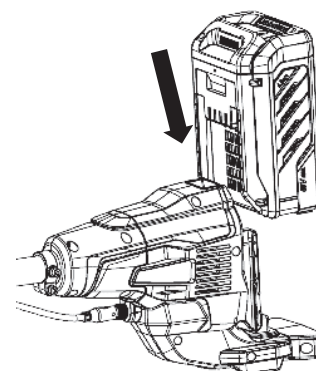

Рис. 17
1. Вставьте аккумуляторную батарею в разъем на корпусе так, чтобы раздался четкий щелчок (рис. 17).